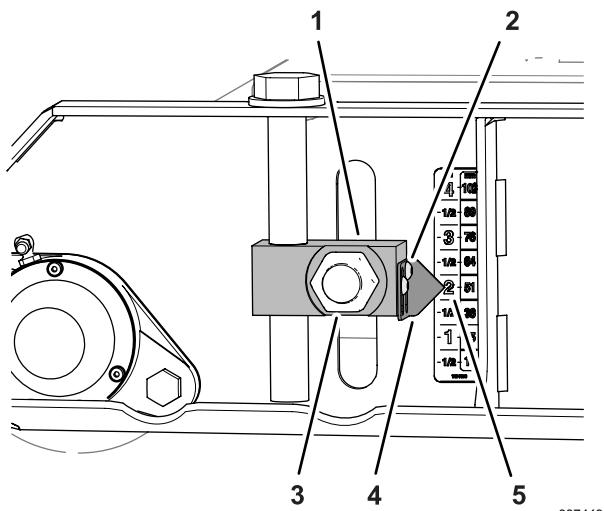
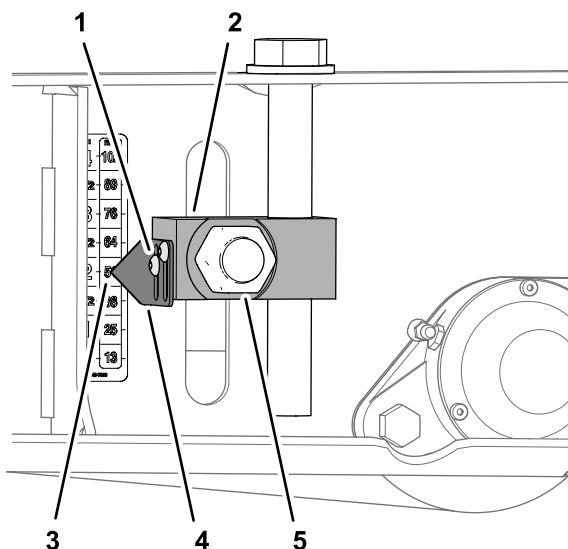

Рисунок 82
Рисунок 84
3. Ослабьте 2 винта с внутренними шестигранниками, которые крепят указатель к блоку регулятора высоты скашивания, совместите указатель с отметкой «51 мм» («2 дюйма») на наклейке и затяните винты (Рисунок 82).
6. Ослабьте винты с внутренними шестигранниками, которые крепят 2 указателя к блоку регулятора высоты скашивания, совместите указатель с отметкой «51 мм» («2 дюйма») на наклейке и затяните винты (Рисунок 84).
7. Затяните 4 гайки крепления 4 блоков регуляторов высоты скашивания (Рисунок 82 и Рисунок 84) переднего и заднего валиков с моментом от 322 до 396 Н·м.